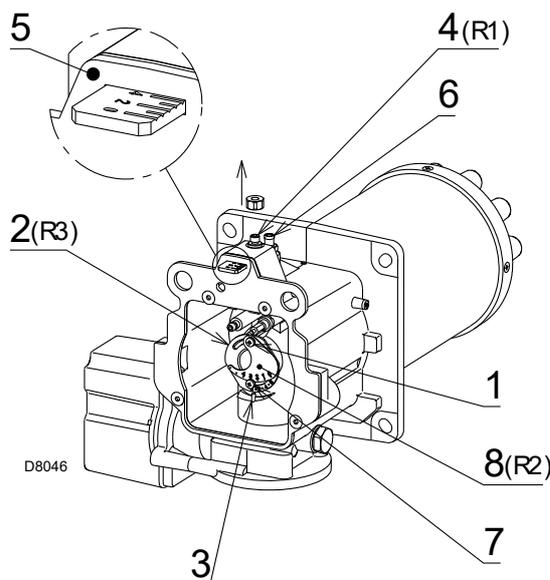

Fig. 19
- Tourner la vis 4)(Fig. 19) jusqu'à ce que l'encoche corresponde avec le plan avant 5) de la bride.
Pour faciliter le réglage, desserrer la vis 6)(Fig. 19), régler puis bloquer.
- Tourner l'étrangleur 8)(Fig. 19) jusqu'à faire coïncider l'encoche avec la vis 1).
- Desserrer les vis 1) et 7)(Fig. 19) et faire tourner la bague 2) jusqu'à faire coïncider l'encoche trouvée avec l'indice 3).